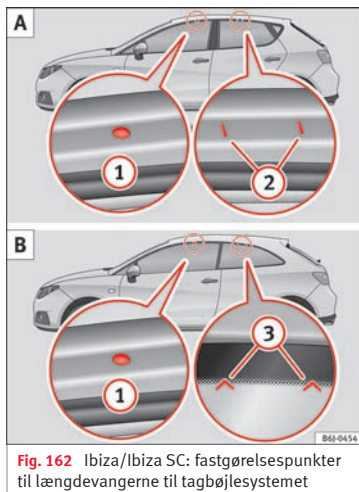

Fig. 162 Ibiza/Ibiza SC: fastgørelsespunkter til længdevangerne til tagbøjlesystemet
» **Fig. 162 A.**
De forreste fastgørelsespunkter ① er kun synlige, når dørene er åbne; de bageste fastgørelsespunkter ③ er markeret med pile-spidsen ved siderudens øverste kant » Fig. 162 B.